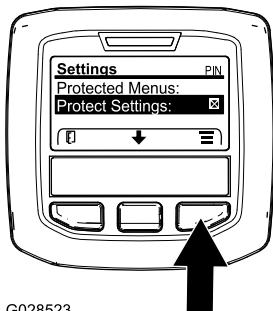

Bild 44
1. Greifen Sie auf die geschützten Menüs zu und entsperren Sie das Untermenü „geschützte Einstellungen“ (Bild 44), siehe Zugreifen auf die geschützten Menüs \(Seite 24\).